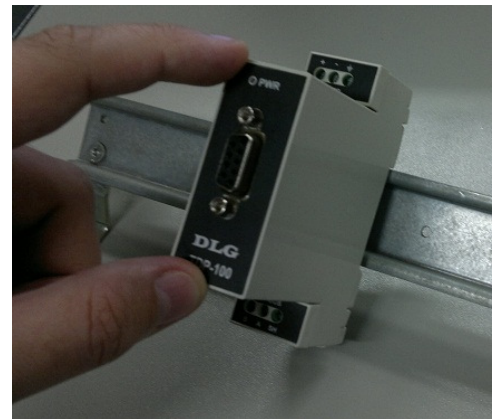

Figura 4
1. Primeiramente posicione a parte superior do XV-700 no trilho DIN 35mm como mostra a Figura 4.